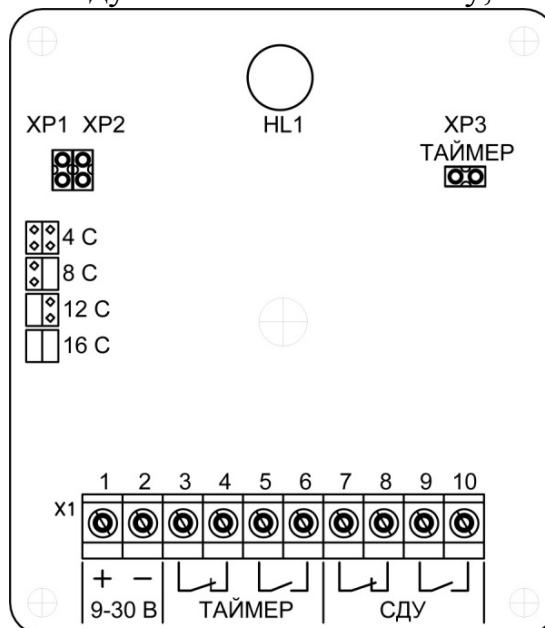

Рисунок 6 - Печатная плата модуля УУ с устройством задержки
- подключить УУ к внешним приборам (рисунок 6) к контактам 7-8 или 9-10 клеммника (в зависимости от проекта), при этом питание на плату подавать не нужно.
– подключить УУ к внешним приборам (рисунок 6) к контактам 3-4 или 5-6 клеммника (в зависимости от проекта);